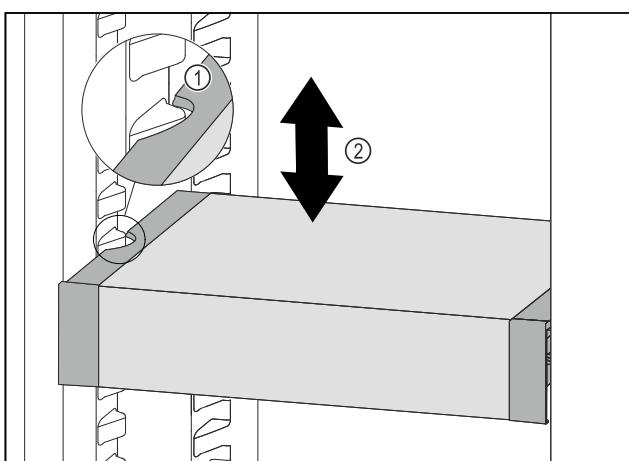

Fig. 51
► Táhněte VarioSafe dopředu, dokud nebudou boční vybrání VarioSafe na úrovni žebrování na nádoby v chladničce. Fig. 51 (1)
► Posoujte VarioSafe v chladničce nahoru nebo dolů, dokud nedosáhnete požadované výšky. Fig. 51 (2)